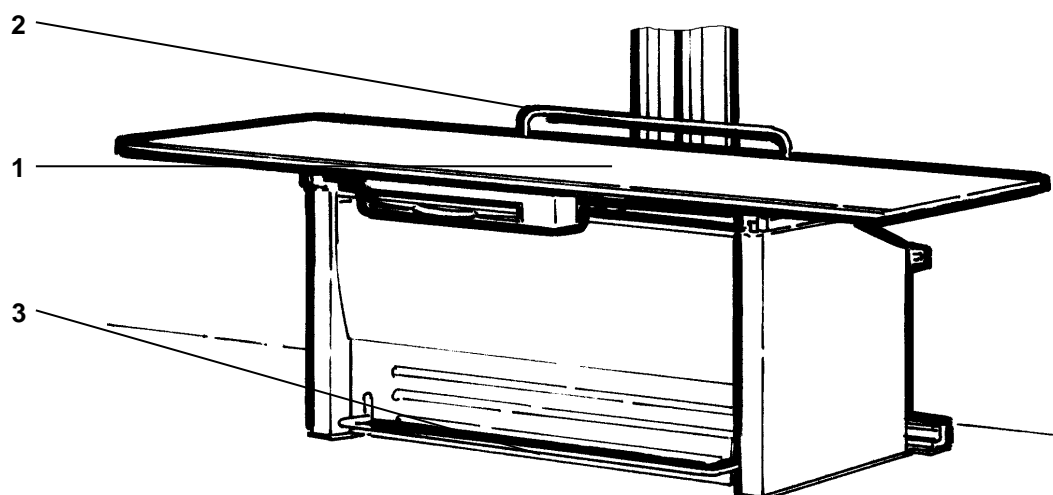

Abbildung 2-1 Prognost
Der Handgriff (Abbildung 2-1/2) erleichtert das Auf- und Absteigen des Patienten.
Durch Betätigung des Bremsbügels (Abbildung 2-1/3) mit dem Fuß werden die Bremsen der Tischplatte (Abbildung 2-1/1) gelöst, wobei die Tischplatte schwimmend von Hand verschoben werden kann.
**Vor dem Auf- und Absteigen des Patienten die Tischplatte (Abbildung 2-1/1) in die vordere Position bringen!**
- Durch Betätigung des Bremsbügels (Abbildung 2-1/3) mit dem Fuß die Bremsen der Tischplatte (Abbildung 2-1/1) lösen.
- Die Tischplatte (Abbildung 2-1/1) so verstellen, dass der Zugang für den Patienten zur Tischplatte erleichtert wird.
- Den Bremsbügel (Abbildung 2-1/3) loslassen.
- Den Patienten auf die Tischplatte (Abbildung 2-1/1) steigen und sich hinlegen lassen.
- Durch Betätigung des Bremsbügels (Abbildung 2-1/3) kann die Tischplatte (Abbildung 2-1/1) mit Patient positioniert werden.
- Die Tischplatte (Abbildung 2-1/1) so verstellen, dass das Absteigen für den Patienten von der Tischplatte erleichtert wird.
- Den Patienten von der Tischplatte (Abbildung 2-1/1) steigen lassen.